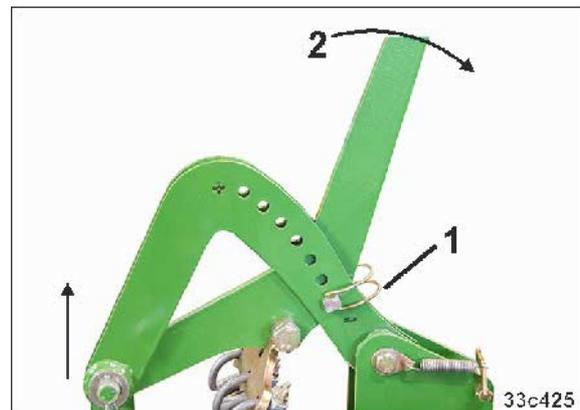

Fig. 182
- 3.3 Movimiento de la palanca de ajuste (Fig. 182/2) hacia delante
- 3.4 Asegurar el ajuste con un pasador de clavija. (Fig. 182/1)